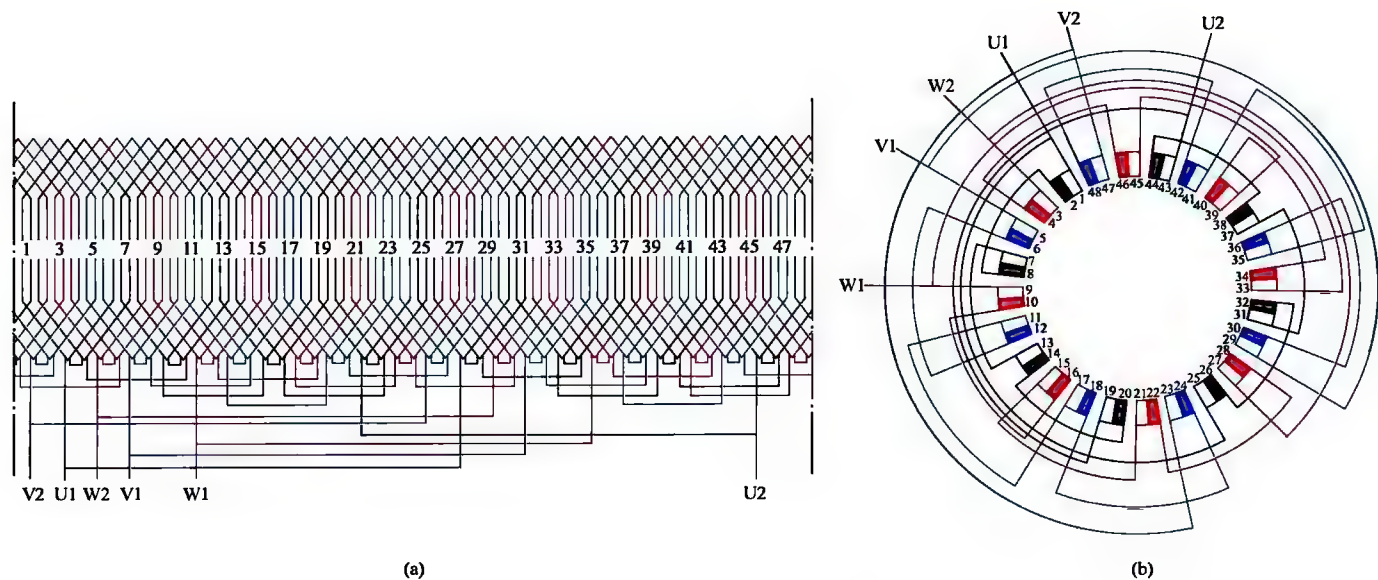

图 1-84 三相 8 极 48 槽双层叠绕组 2 路接法
84. 三相 8 极 48 槽双层叠绕组 2 路接法展开图与接线圆图 (见图 1-84)